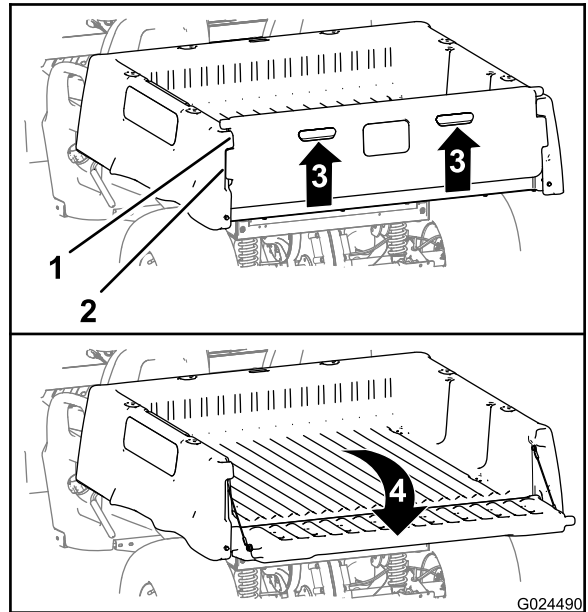

Bild 14
2. Heben Sie die Fingerzüge an der Rückplatte der Heckklappe an (Bild 14).
3. Fluchten Sie die Riegelflansche an der Heckklappe mit den Öffnungen zwischen den Heckklappenflanschen an der Staubox aus (Bild 14).
4. Drehen Sie die Heckklappe nach hinten und unten (Bild 14).
6. Drehen Sie die Heckklappe nach oben und vorne, bis die Riegelflansche an der Heckklappe mit den Heckklappenvertiefungen an der Staubox bündig sind (**Bild 14**).
7. Senken Sie die Heckklappe ab, bis sie im Heck der Staubox sitzt (**Bild 14**).